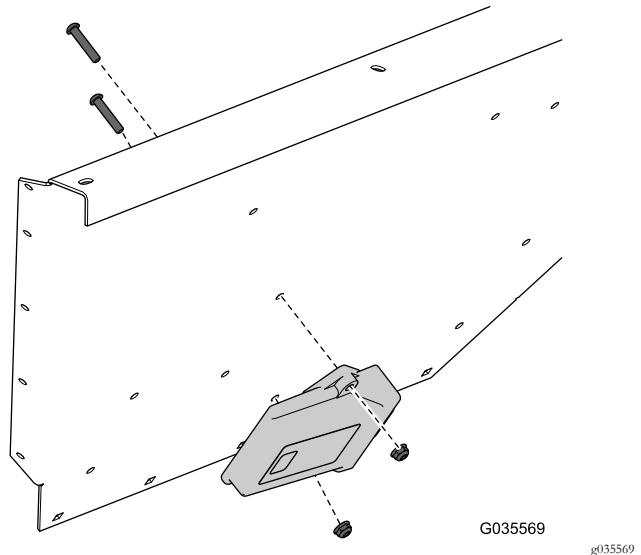

Bild 3
8. Nehmen Sie das Basisgerät der Fernbedienung von der Schutzvorrichtung des Kotflügels ab (Bild 3).